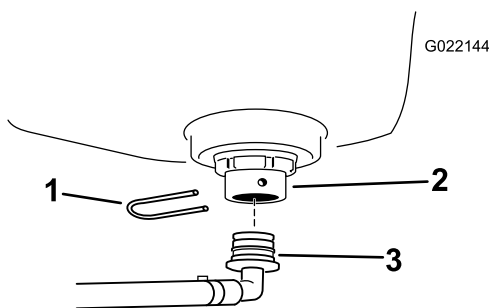

Bild 4
1. Befestigen Sie das Schottkopfanschlussstück am Spülbehälter (Bild 4).